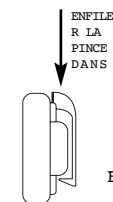

Fig. 4
- Introduisez la pince pour ceinture en l'enfilant dans la rainure au dos de l'appareil (Fig. 4).